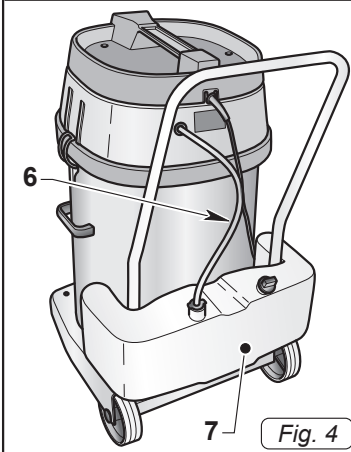

Fig. 4
- Controllare che il tubo di aspirazione detergente (6 Fig. 4) sia correttamente collegato al serbatoio (7 Fig. 4).